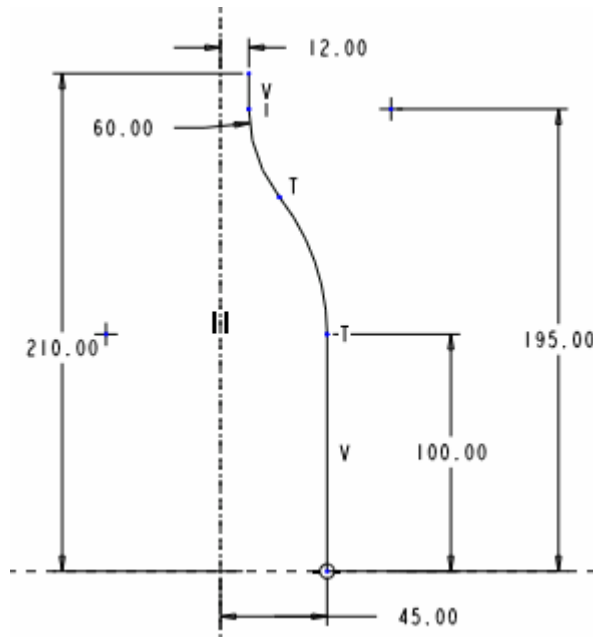

图 65-3
- (2) 单击 ，系统显示【剖面】对话框。选择 FRONT 基准面为草绘平面，RIGHT 基准面为参照平面，接受系统默认的视图方向。
- (3) 单击【草绘】，进入草绘工作环境，如图 65-3 所示绘制旋转中心线和旋转截面。